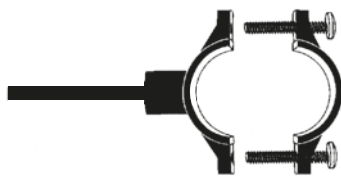

Рис. 8
3. Вставьте отрезок черной трубки 1/4” в скобу дренажного хомута (**рис. 8**). Край трубки должен выступать примерно на 4-5 мм от внутренней части скобы.